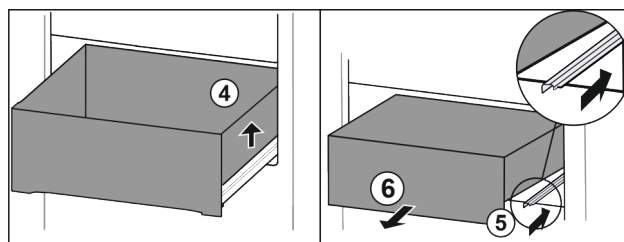

Fig. 72
- ▶ Nadzvedněte zásuvku vpravo. Fig. 72 (4)
- ▶ Zasuňte pravou kolejničku. Fig. 72 (5)
- ▶ Vyjměte zásuvku dopředu. Fig. 72 (6)